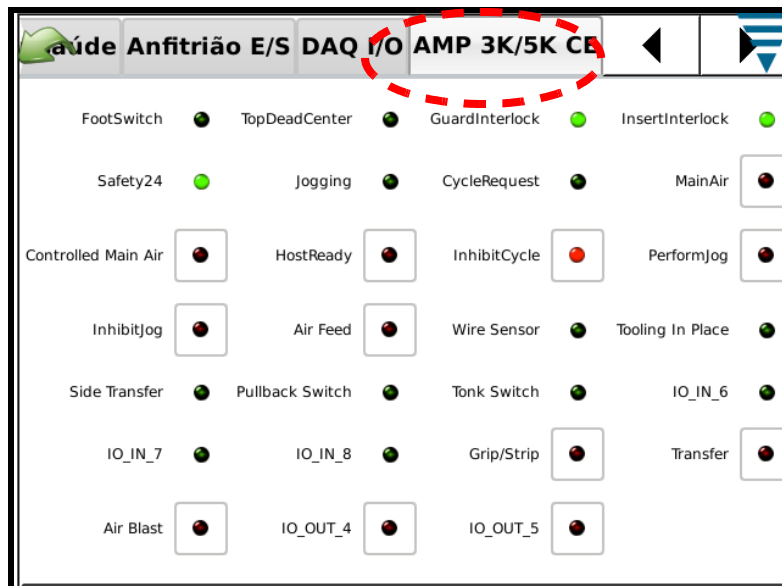

Figura 13
3. Toque no separador marcado “Separador de diagnóstico AMP 3K/5K CE”. Consulte a Figura 13.